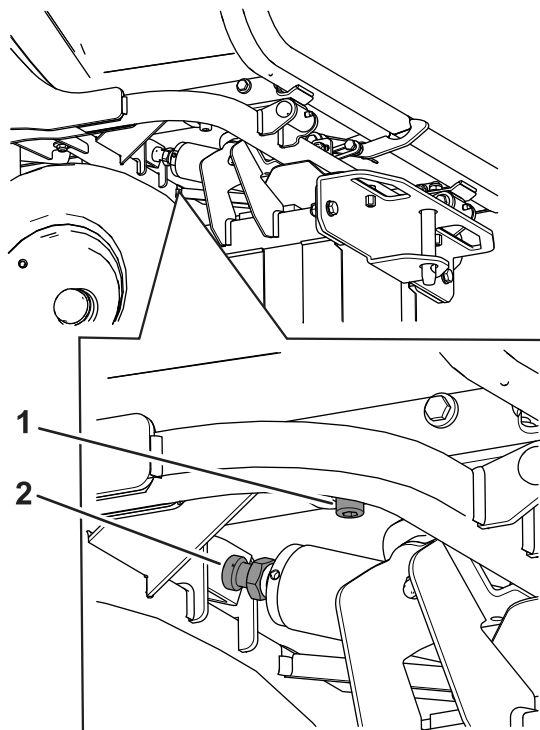

Bild 109
2. Wenn Sie die gewünschte Bewegung der Fangbox erreichen möchten, lösen Sie die Sicherungsmutter an der Oberseite der hydraulischen Zylinderstange (Bild 109).